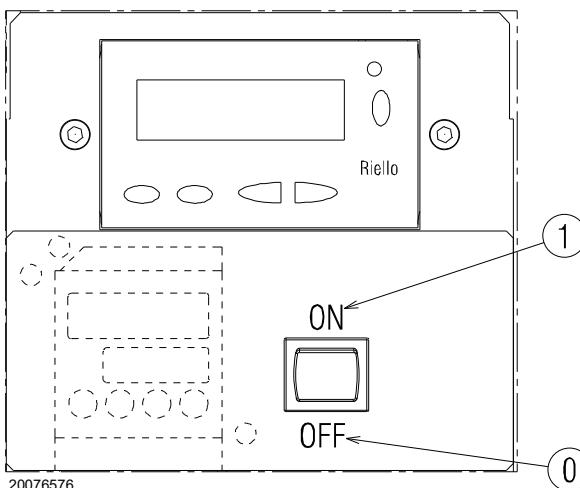

Fig. 30
Închideți termostatele/presostatele și puneți comutatorul Fig. 30 în poziția „1/ON”.
- așezați Fig. 30 în poziția „0/OFF” și așteptați ca controlul flăcării să se oprească;
Arzătorul este în starea de așteptare a cererii de căldură sau comutatorul „0-1” (Fig. 30 la pag. 32) este în poziția „0”.